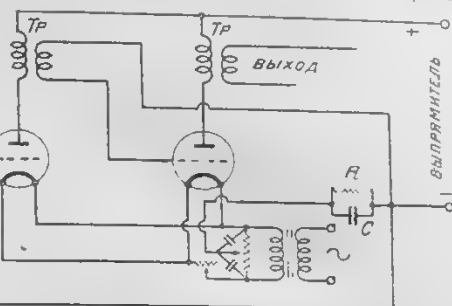

Рис. 3. Схема питания двух ступеней в ч.
2. Две ступени в ч. с трансформаторами. Эта схема изображена на рис. 3, где $ТР$ — трансформатор высокой частоты, подбираемый под данную волну, R — сопротивление 1000—2000 ом, служащий для задания на сетку лампы отрицательного потенциала, конденсатор C — емкостью около 1000 кв. см служит для того, чтобы пропускать высокую частоту, минуя